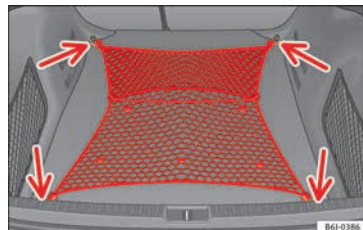

Abb. 158 Ausgespanntes Gepäcknetz.
– Das Gepäcknetz an den vier Verzurrösen befestigen » **Abb. 158** (Pfeile).